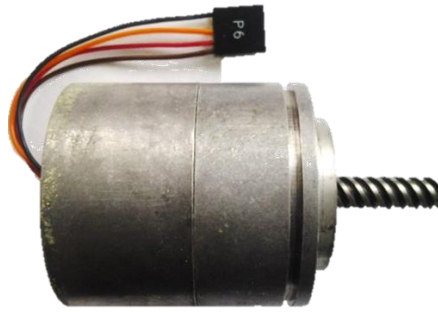

Figura 6.5
3. Conecte los 3 colectores de la etapa de potencia a cada una de las 3 bobinas del motor de pasos y conecte el cuarto cable (cable negro) al voltaje de 8V como se muestra en la figura 6.5.